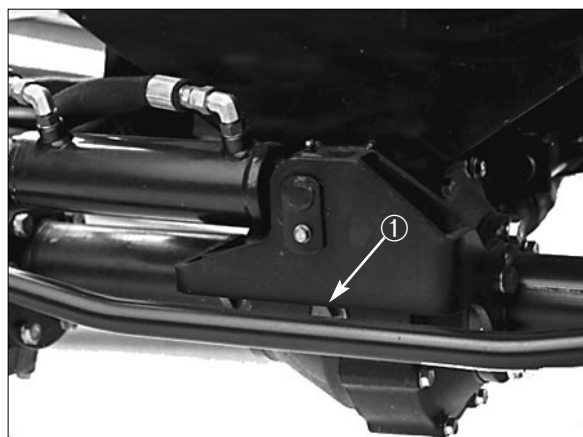

Fig. 7
1. Plugg (2)
3. Ta av pluggen midt på akselen og undersøk nivået. Hvis det er lavt må du etterfylle nok til at oljen står opp til hullets underkant (fig. 7).